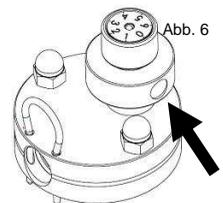

Abb. 7
- ⚠ Saugrohr-Bohrung nach rechts, nicht nach hinten (Abb. 7)!